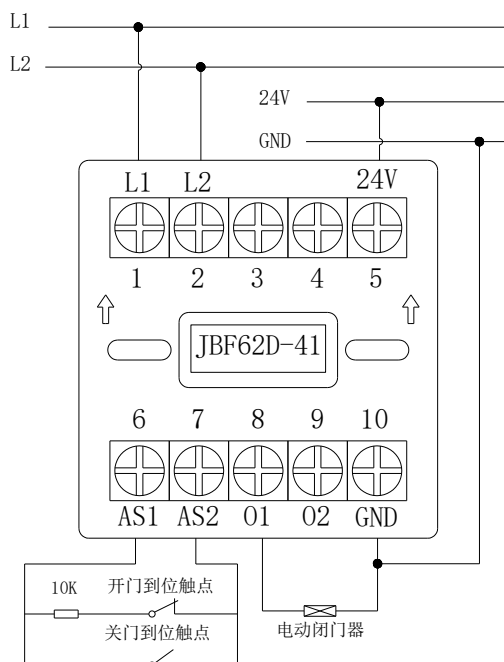

图 3 接线示意图
- ◆ 持续输出 DC24V: O1(端子 8)、GND (端子 10): 接被控设备。模块正常监视时, O1 端持续输出 DC24V, 启动后, O1 端停止输出 24V。接线方式见图 3。